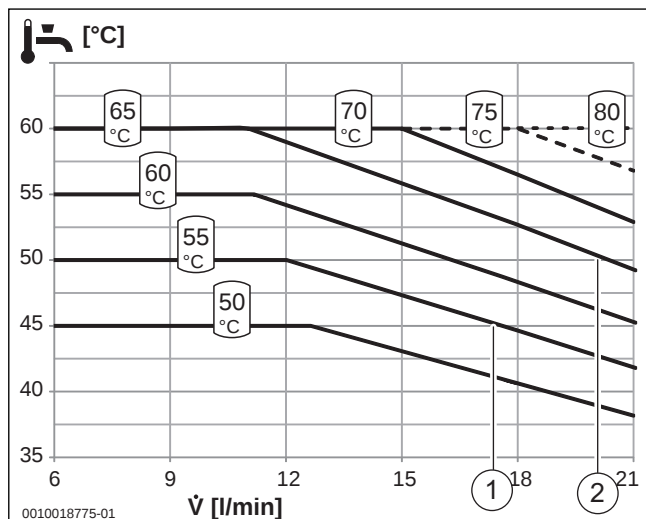

Bild 73 Temperaturverhalten Logamax kompakt WS170 E – 50 kW
- Beispiel 1 (→ Bild 73, Pos 1): Um eine Warmwassertemperatur von 45 °C zu erreichen, ist bei einer Entnahme von 17 l/min eine Temperatur von 55 °C im Bereitchaftsteil ausreichend.
- Beispiel 2 (→ Bild 73, Pos 2): Um eine Warmwassertemperatur von 50 °C zu erreichen, ist bei einer Entnahme von 20 l/min eine Temperatur von 65 °C im Bereitchaftsteil ausreichend.